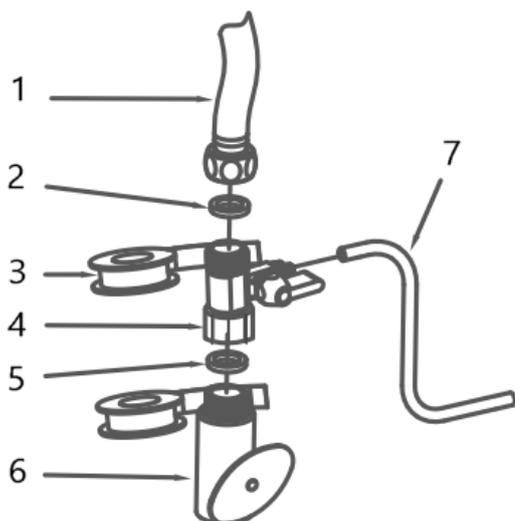

Fig.1
3. Collegare la valvola deviatrice alla valvola dell'acqua di alimentazione e al tubo flessibile (Fig. 1).